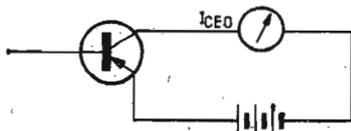

FIG. 1
a) - l'intensité du collecteur lorsque la tension est appliquée entre collecteur et émetteur, avec le circuit de base ouvert (I_{CEO}) ; voir figure 1.